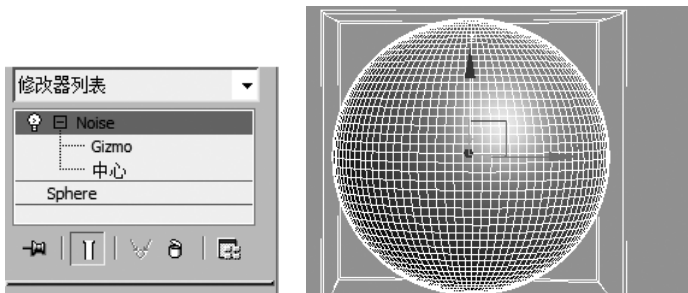

图 4-57 添加噪波修改器
Step32:选择“”创建面板→“”(几何体)→标准基本体→球体,分段数位 100,进入“”修改面板→修改器列表→噪波,为“球体”添加“噪波”修改器,如图 4-57 所示。